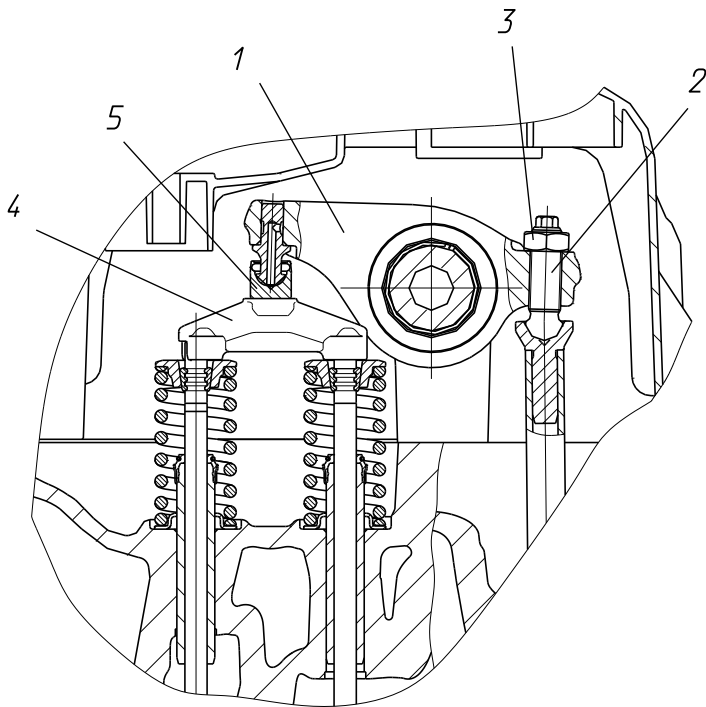

Рисунок 47 - Регулировка клапанного механизма:
9. Для регулировки зазора необходимо (см. рисунок 47):